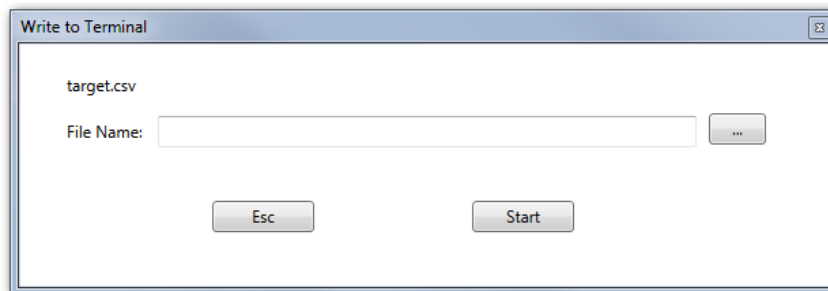

Figura 3-8: Finestra di dialogo Scrittura su terminale
3. Dopo aver selezionato l'icona Scrittura su terminale, come nella fase 2, viene visualizzata una nuova finestra di dialogo (Figura 3-8) che richiede di inserire il nome del file da trasferire. Questo è il nome dato al file quando è stato salvato sul PC.
4. Nell'area di immissione **Nome file** (Figura 3-8), inserire il nome del file che si desidera trasferire dal PC al terminale.